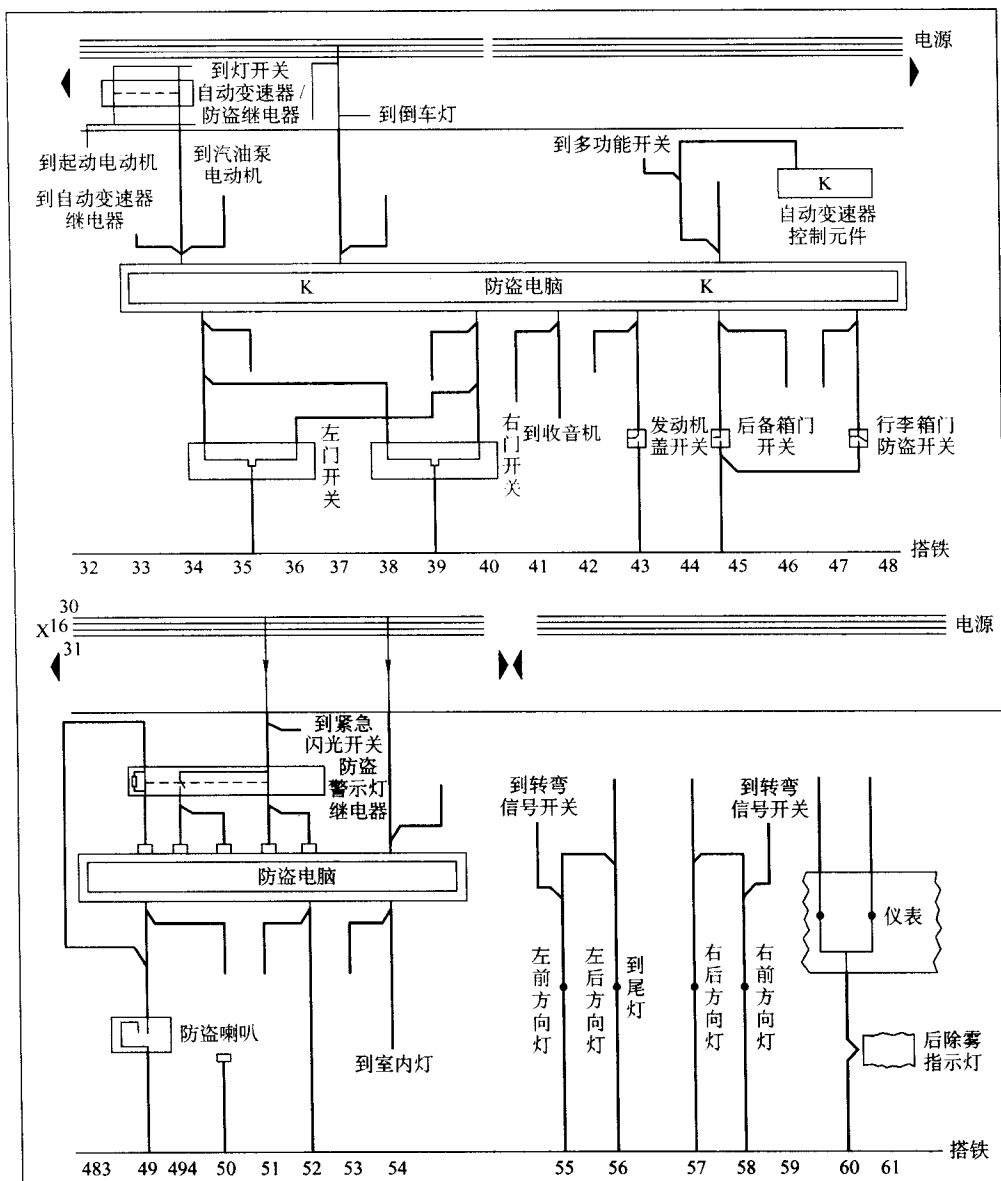

图 1-6 奥迪 100 防盗电路图
(2) 使发动机无法工作。当然, 这是最简单的防盗措施, 增加了更多的防范措施的防盗系统如图 1-6 所示。